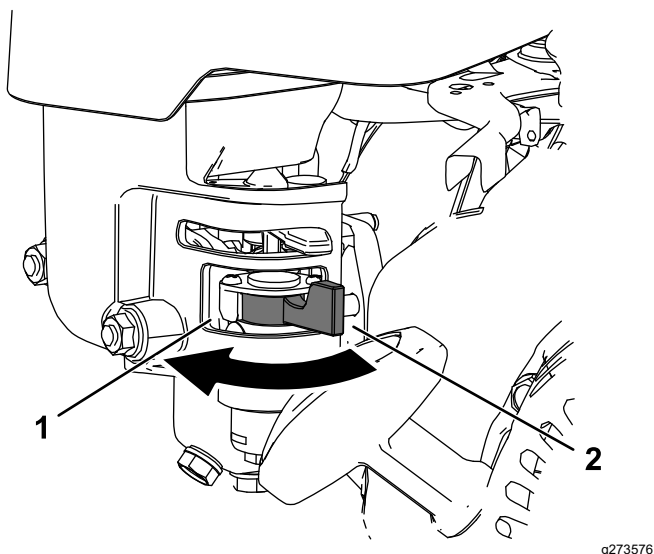

Figura 20
- Per aprire la valvola del carburante, ruotate la leva di chiusura del carburante verso la maniglia di avviamento a strappo (Figura 20).
- Per chiudere la valvola del carburante, ruotate la manopola di chiusura del carburante in direzione opposta rispetto alla maniglia di avviamento a strappo (Figura 20).